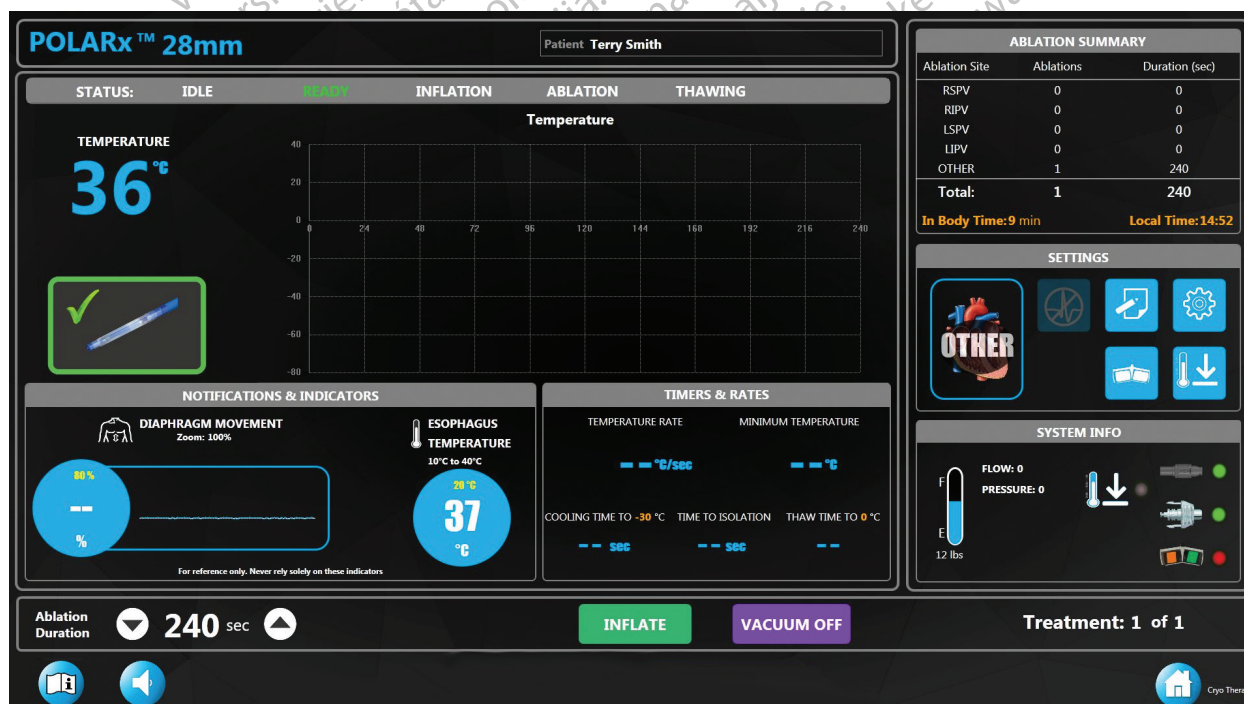
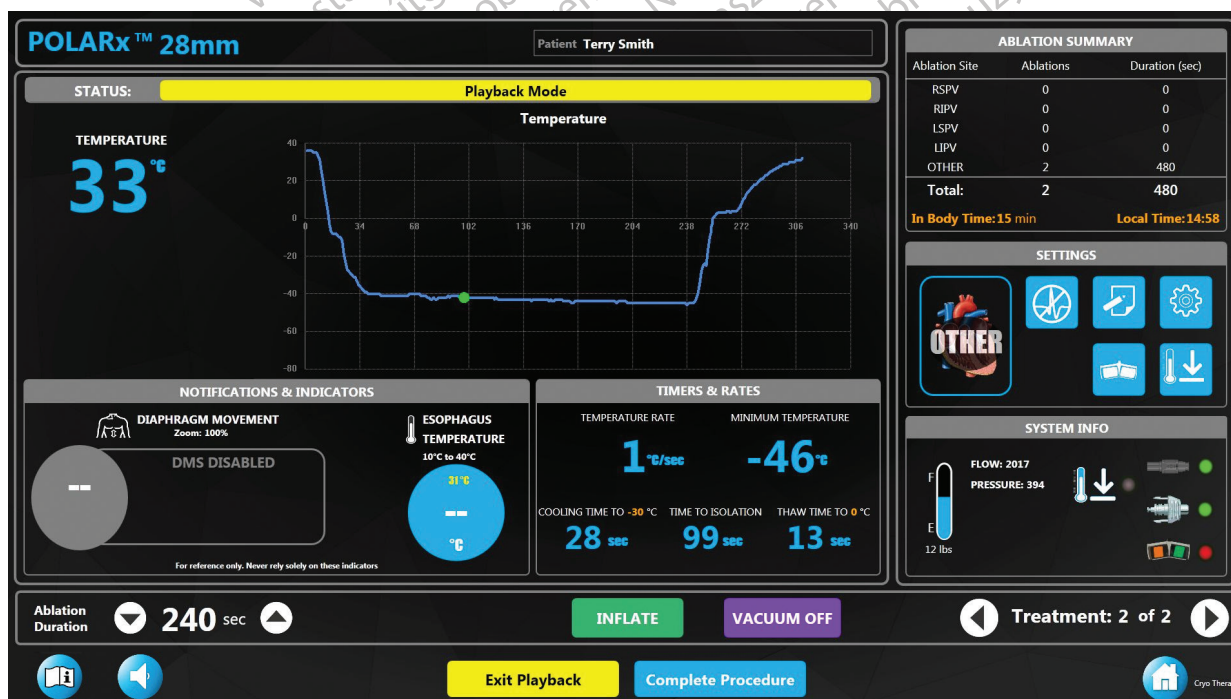

Figura 15. Estado READY (Pronto)
Figura 16. Playback mode (Modo de revisão)
- Surge o botão PLAYBACK (Revisão), que permite rever os dados das ablações anteriores. Prima o botão PLAYBACK (Revisão) para entrar no Playback Mode (Modo de revisão), apresentado na Figura 16.
- Utilize as setas de Treatment (Tratamento) (Figura 16) para apresentar dados de tratamentos anteriores dentro do procedimento atual.
1. Quando o tratamento estiver concluído, prima o botão Complete Procedure (Concluir procedimento) no ecrã de Terapia (Figura 15) ou no ecrã de Playback (Revisão) (Figura 16).